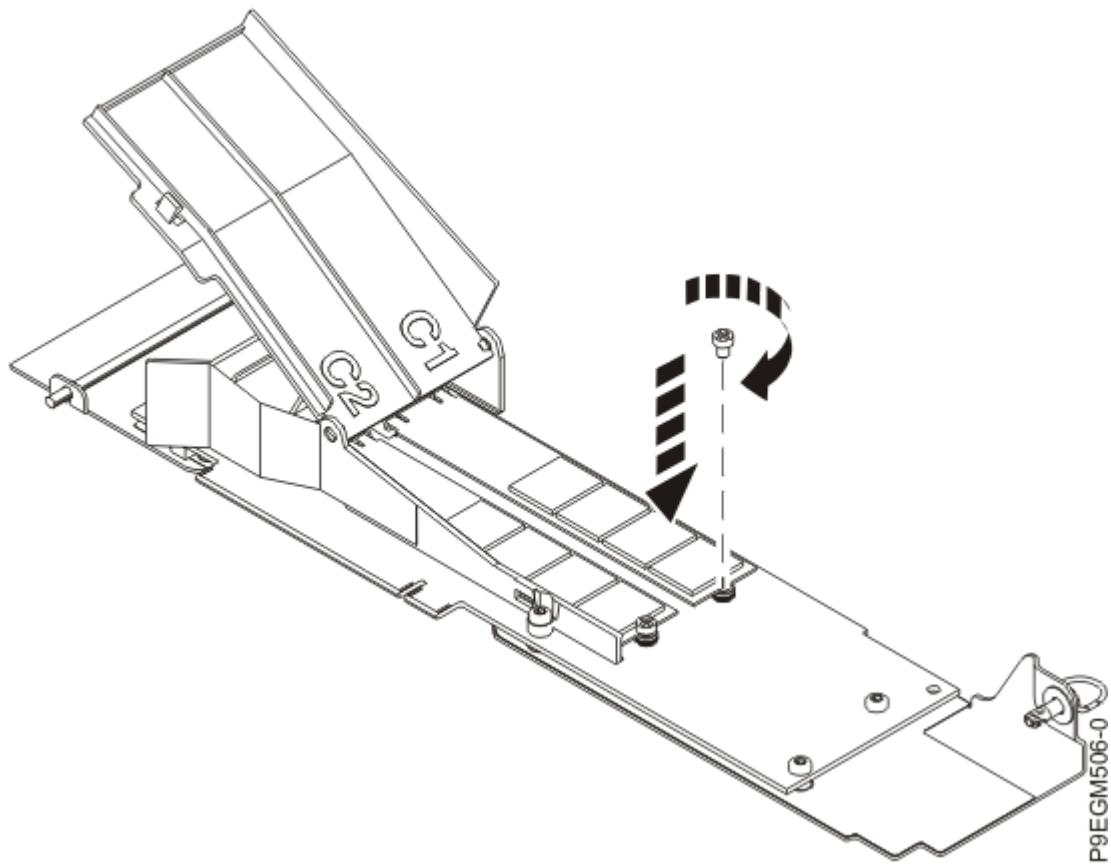

図 6. キャリア・カードへの NVMe M.2 フラッシュ・モジュールの固定
4. プラス・ドライバーを使用して、フラッシュ・モジュールを NVMe M.2 キャリア・カードに固定します (9 ページの図 6 を参照)。